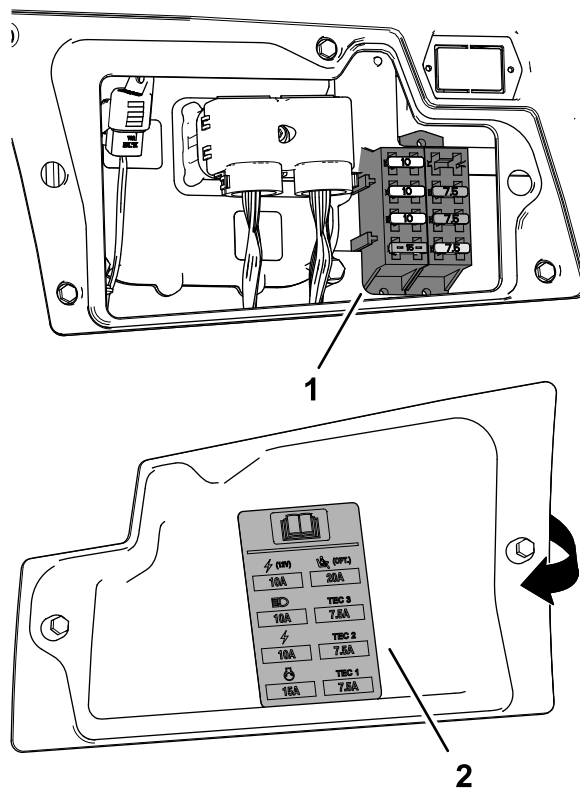

Рисунок 87
3. Замените перегоревший предохранитель (Рисунок 87) на предохранитель такого же типа и номинальной силы тока.